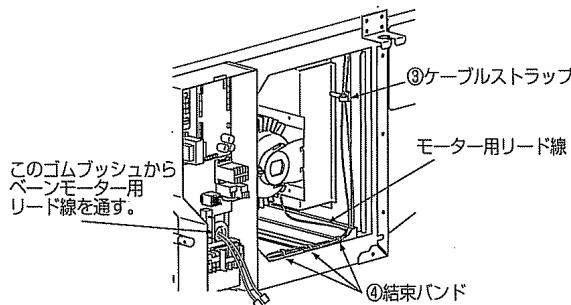

図4
3.送風機台に付属の③ケーブルストラップを取り付け、ベーンモーター用リード線を結束してください。(図4)
4.ベーンモーター用リード線はモーター用リード線と同一経路で付属の④結束バンドでモーター用リード線に束ねながら制御箱内に通してください。(図4)